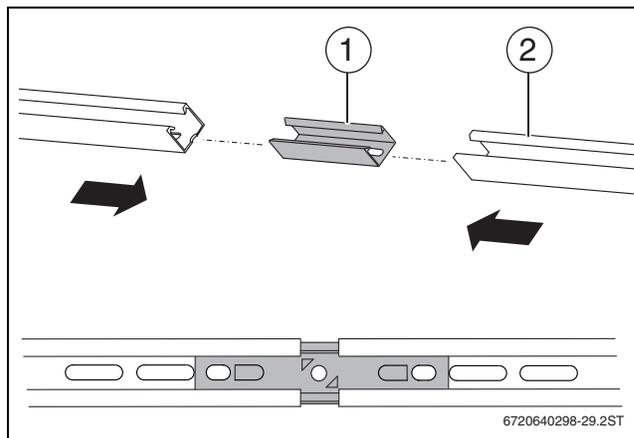

Fig. 42
- ▶ Unir los perfiles guía (→ fig. 42).